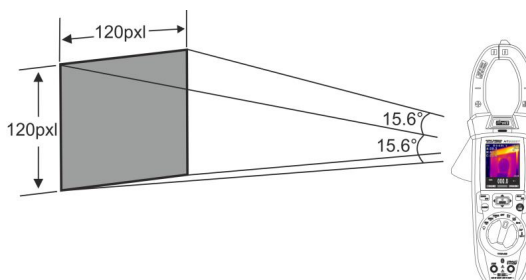

Fig. 43: Darstellung des Sichtfeldes (FOV) des Geräts HT9025T
7. Für genaue Temperaturmessungen stellen Sie sicher, dass die Oberfläche des gemessenen Gegenstands immer größer ist, als die messbare Oberfläche, die durch das Sichtfeld (FOV) des Geräts gegeben ist. Das Gerät HT9025T hat ein Sichtfeld von $15.6^\circ \times 15.6^\circ$ und eine Auflösung von 120×120 (14400) pxl, siehe Fig. 43